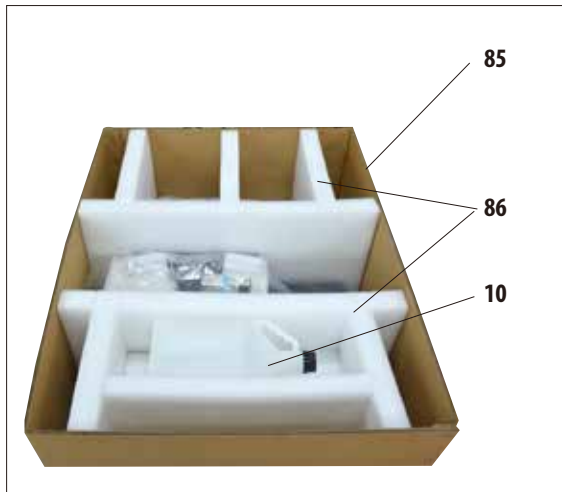

Fig. 6
- Primero, retirar las botellas intercambiables adicionales (10) de los elementos de protección durante el transporte.
- Extraer los dos elementos de espuma de protección para el transporte (86) (fig. 6).
- Después, la envoltura exterior del embalaje (85) se puede retirar de la tarima (87) por arriba.